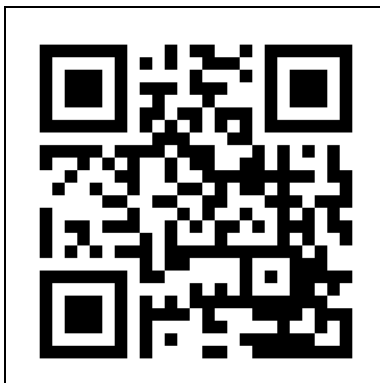

Figura 18
1. Deschideți manualul aplicației Eurom Smart cu codul QR (Figura 18) sau accesați www.eurom.nl/nl/manuals.
5. Scoateți bateriile din telecomandă (Figura 18).